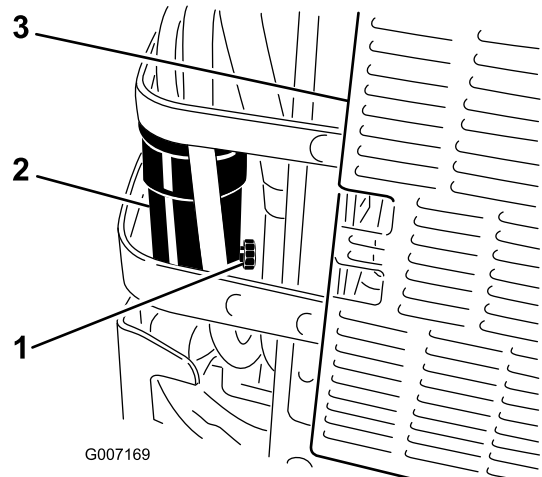

Figure 47
6. Dévissez le robinet de vidange du séparateur d'eau d'un tour environ pour vidanger l'eau et autres contaminants (Figure 47).
7. Fermez le robinet de vidange lorsque le gazole commence à sortir (Figure 47).